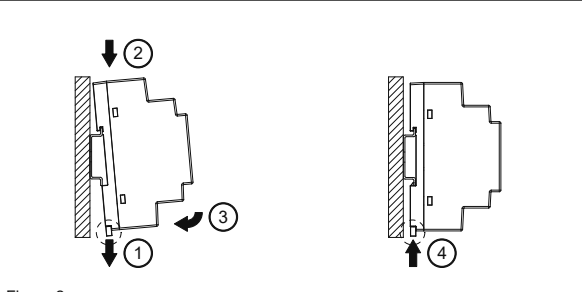
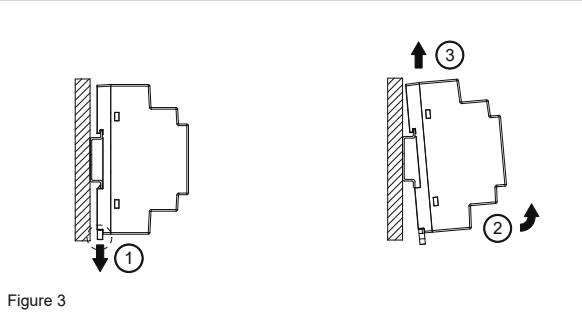

Figure 2
Figure 3
### 3. Montage und demontage (Abb. 2, Abb. 3)
Einrasten des Geräts in DIN-Schiene, wie in Abb. 2 dargestellt:
- Ziehen Sie den Einrasthebel für die DIN-Schiene nach UNTEN, wie in Abb. 3 dargestellt. Kippen Sie das Gerät nach oben und entfernen zunächst den unteren Teil des Gerätes von der DIN-Schiene. Nehmen Sie das Gerät nun nach oben komplett von der DIN-Schiene ab.